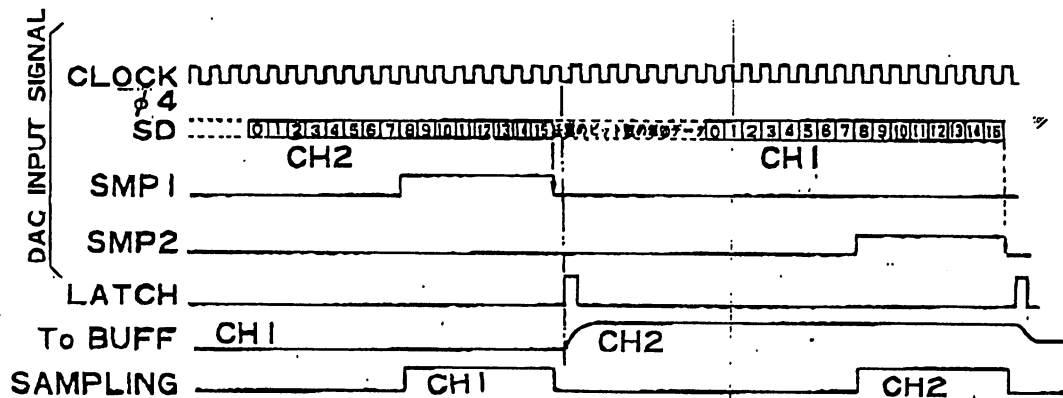

図3 TIMING
- タイミング図、図 3 に示します様に、SMP 1、SMP 2 の立下り部は MSB (I₁₅) 信号の後端のタイミングと一致する様にしてください。
- SMP 1、SMP 2 のサンプリング期間は、図 3 に示した 8 ビットタイム以外にも設定できます。